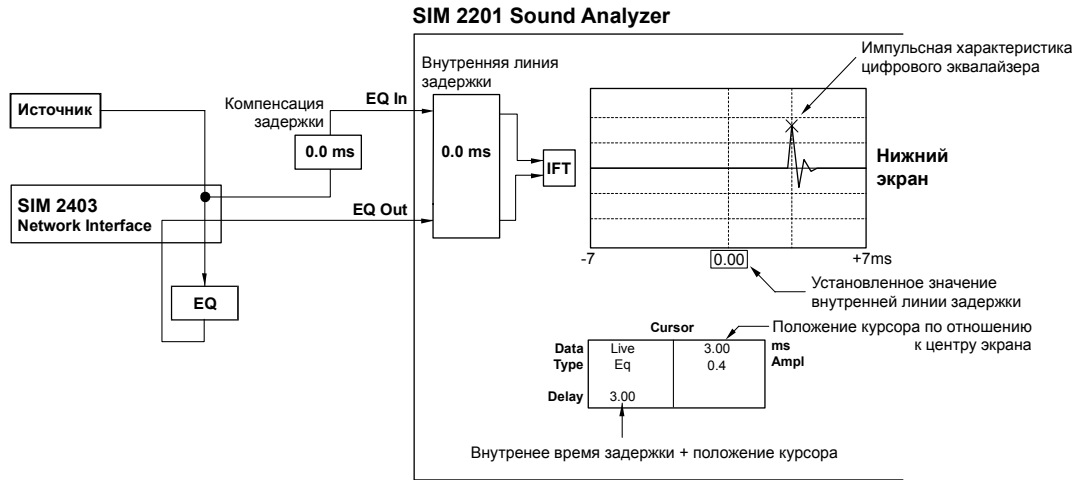

Рисунок 6 – измерение времени задержки цифрового эквалайзера.
- Установите на компенсационной линии задержки значение 0.00 мс. В меню **Measure** программного обеспечения SIM выберите **Delay finder: ±70 ms. View: Eq**. Пик характеристики Delay finder не должен располагаться строго по центру экрана – пик должен быть смещен на величину задержки, вызванной обработкой сигнала цифровым эквалайзером, значение времени задержки должно появиться в области курсора (смотрите рис. 6).